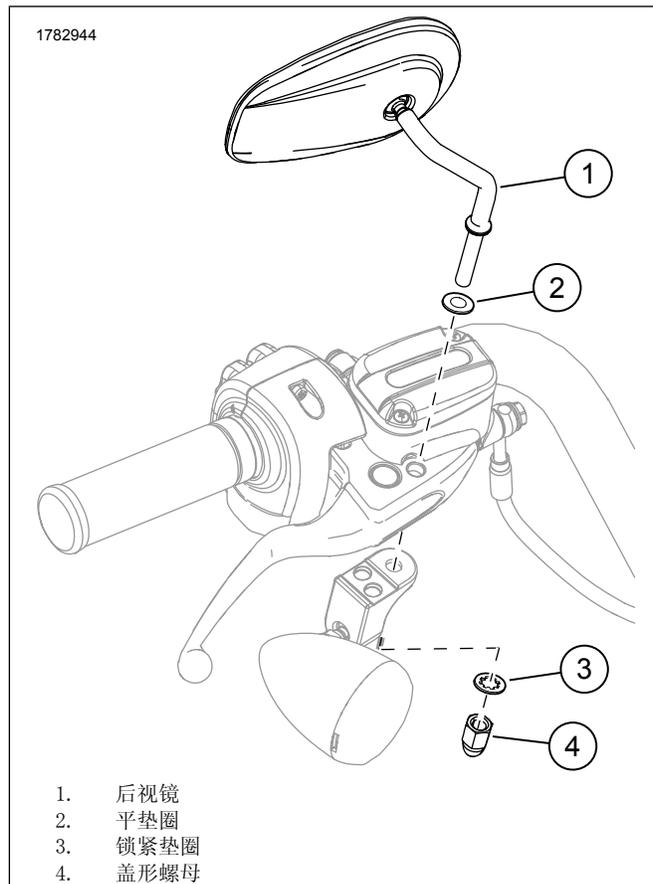

图2。后视镜组件
2. 参见图2。将平垫圈( 2 )安装到后视镜螺柱( 2 )上。